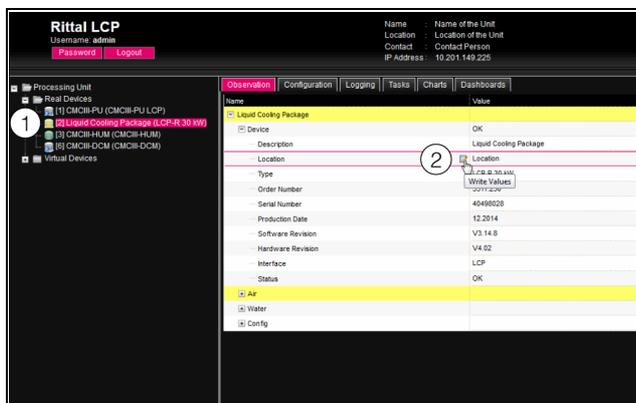

Abb. 112: Auswahl eines einzelnen Parameters
- Klappen Sie nacheinander die Einträge „Liquid Cooling Package“ und „Device“ aus, indem Sie auf das „Plus“-Zeichen vor dem Eintrag klicken (Abb. 112, Pos. 1).
- Setzen Sie den Mauszeiger an das Ende der ersten Spalte in der Zeile „Location“ (Abb. 112, Pos. 2). Es erscheint ein „Edit“-Symbol und der Mauszeiger ändert sich in ein „Hand“-Symbol.